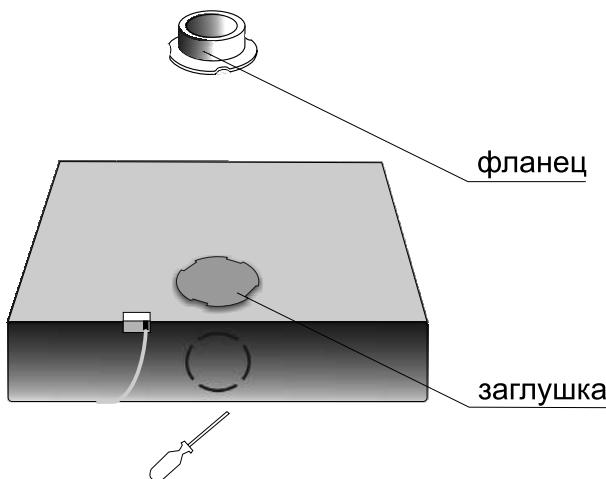

Рис. 4
В верхней и задней стенках короба воздухоочистителя имеются отверстия (рис.4), предназначенные для отвода воздуха наружу при помощи трубы, которая присоединяется к воздухоочистителю через фланец. Отверстие на задней стенке по контуру обозначено вырубленным элементом, который перед установкой фланца необходимо удалить при помощи отвертки или другого инструмента.
- При данном режиме работы воздухоочистителя отверстие на верхней поверхности воздухоочистителя должно быть закрыто заглушкой (рис.4).
При данном режиме работы воздухоочистителя в одно из выходных отверстий корпуса установить фланец, на который закрепить трубу (продаётся отдельно). Если фланец установлен в отверстие на задней поверхности воздухоочистителя, то отверстие на верхней поверхности воздухоочистителя нужно закрыть заглушкой (рис.4).